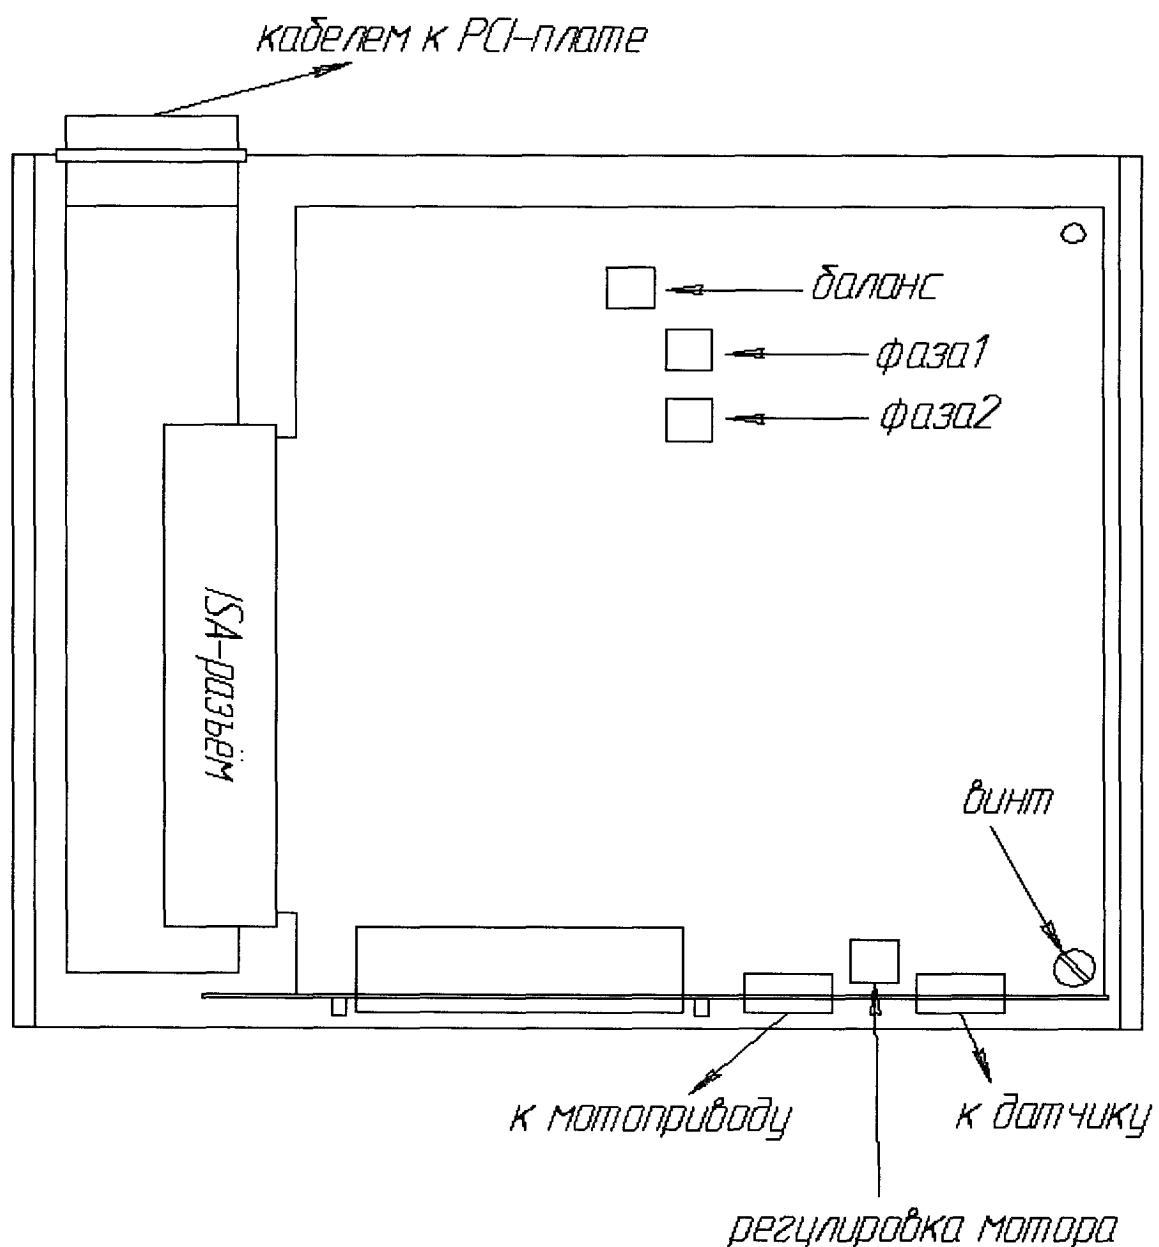

Рис.5. Вид на плату, установленную в выносном блоке
7.3.3. В случае установки нового датчика сначала необходимо попробовать настроить его нуль без регулировки ISA-платы. Для этого надо опустить датчик на установленную на бок призму так, чтобы тело датчика было параллельно призме (между ними был равномерный зазор), и бегунком «установка «0» в окне программы профилометра установить индикатор в зеленый сектор. Только в том случае, если это сделать невозможно, придется под новый датчик подстроить ISA-плату. Оставив датчик в том же положении параллельности призме, в окне программы необходимо установить курсор подстройка «0» в среднее положение, шкалу 25 мкм по Ra, и регулировкой подстроечного резистора на ISA-плате («баланс» по рис.5 - самый дальний от разъёмов подстроечный резистор) добиться среднего положения индикатора в зеленом диапазоне (район метки).